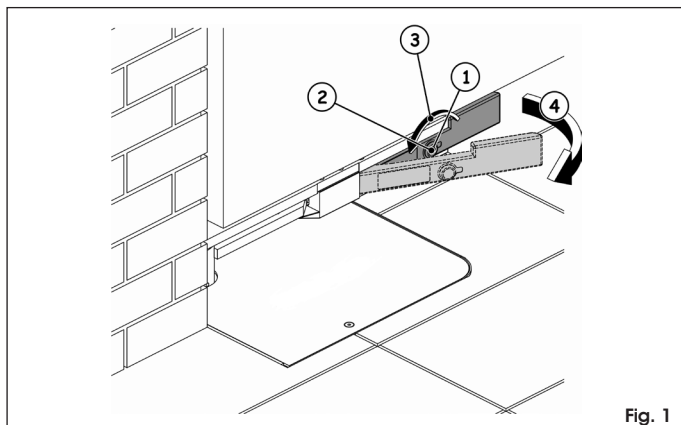

Fig. 1
- ouvrir le capot de protection de la serrure (Fig. 1 réf. ①)
- insérer la clé de déverrouillage dans la serrure (Fig. 1 réf. ②)
- tourner la clé dans la direction du piliers jusqu'à l'arrêt (Fig. 1 réf. ③)
- tirer la clé vers soi (Fig. 1 réf. ④)